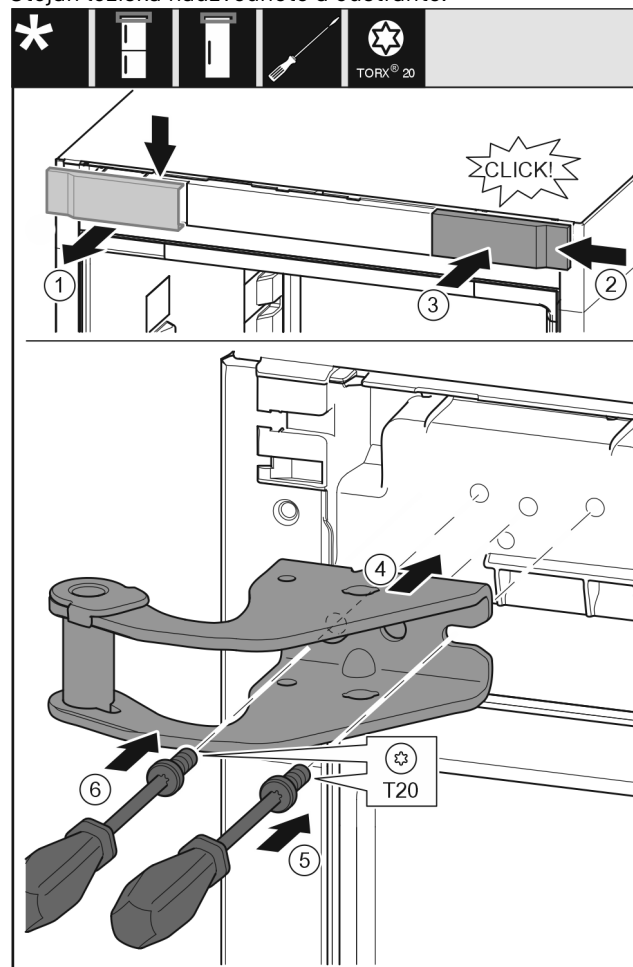

Fig. 12
- ▶ Odeberte kryt shora dopředu. Fig. 12 (1)
- ▶ Kryt otočený o 180° zavěste na druhé straně zprava. *Fig. 12 (2)*
- ▶ Zaklapněte kryt. *Fig. 12 (3)*
- ▶ Nasadte horní stojan ložiska. *Fig. 12 (4)*
- ▶ Šroubovákem T20 nasadte šroub a utáhněte. *Fig. 12 (5)*
- ▶ Šroubovákem T20 vložte šroub a utáhněte. *Fig. 12 (6)*